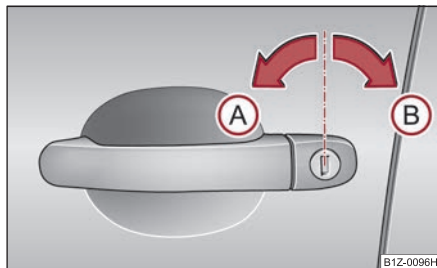

Fig. 43 Pozițiile cheii pentru încuiere și descuiere
- Rotiți cheia în butucul ușii conducătorului în poziție de deschidere **(A)** ⇒ fig. 43.
- Rotiți cheia în încuietorea ușii conducătorului auto în poziție de încuiere **(B)** ⇒ fig. 43.